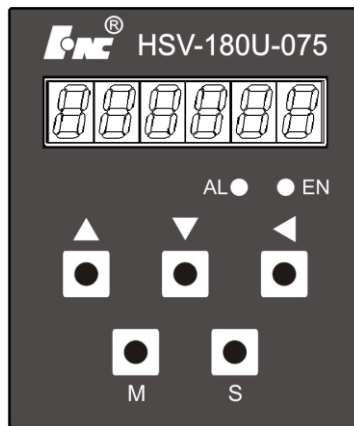

图 6.1 HSV-180US 主轴驱动单元操作面板图
- 驱动单元面板由 6 个 LED 数码管显示器、5 个按键▲、▼、◀、M、S 和 2 个面板指示灯组成。面板示意图如图 6.1 所示。